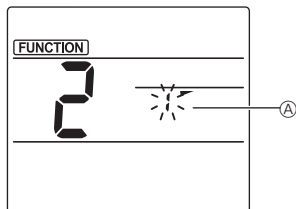

Fig. 3-2
② Sélection du numéro d'ailette (Fig. 3-2)